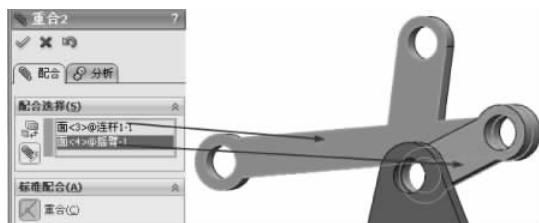

图 3-215 重合配合
(4) 继续进行配合约束,选择【标准配合】选项组下的【重合】配合类型 ,在【要配合的实体】选择框  中选择如图 3-215 所示的面,其他保持默认,单击【确定】按钮 ,完成重合配合。